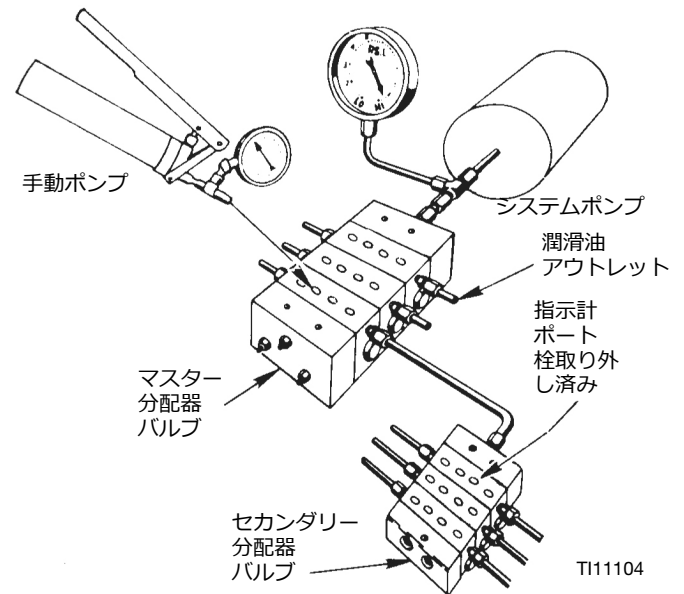

図 13
5. 手順 4 で詰りがマスター分配バルブの下流に示される場合は、詰まった区域に共通のマスター分配バルブの指示計ポートに手動ポンプを設置してください (図 13 参照)。